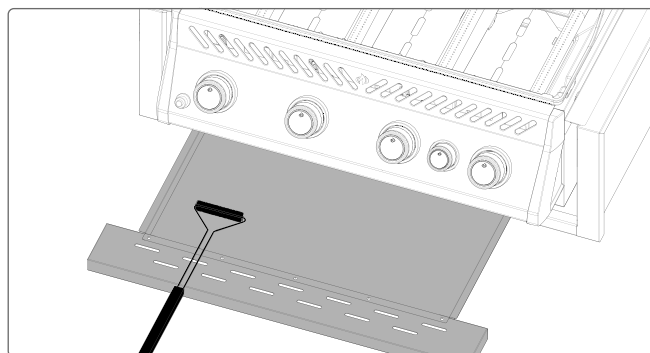

Fig. 12
1. Schuif de lekbak uit de BBQ om toegang te krijgen tot het wegwerpvetbakje of om de lekbak schoon te maken (**Afbeelding 12**).